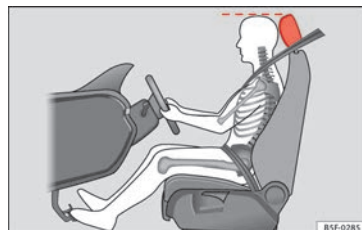

Fig. 72 Posición correcta del apoyacabezas del conductor.
- Ajuste el apoyacabezas de modo que el borde superior del mismo quede a la altura de la parte superior de su cabeza » **fig. 72.**